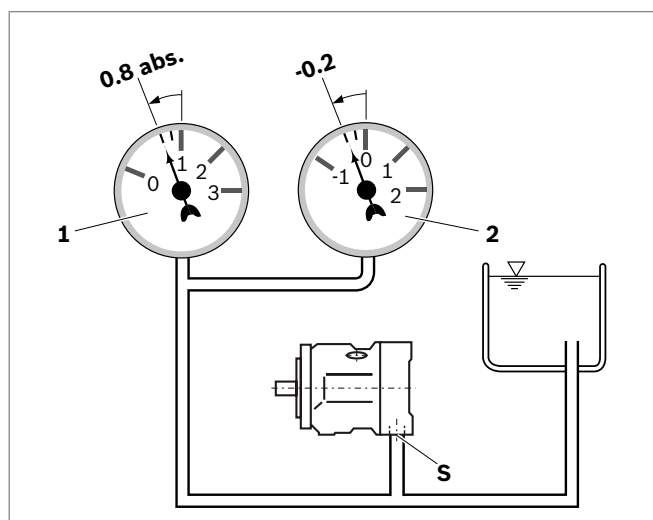

Fig. 6: Pressione di aspirazione
- Accertarsi che, in tutte le disposizioni e posizioni di montaggio in esercizio, nella pompa a pistoni assiali sia presente una pressione di aspirazione minima pari a 0,8 bar assoluti all'attacco **S**, vedere Fig. 6. Accertarsi che valgano i valori indicati nella scheda tecnica riferiti al regime massimo per un'aspirazione di 1 bar assoluto sull'attacco di aspirazione **S**. Per ulteriori valori, vedere la scheda tecnica.